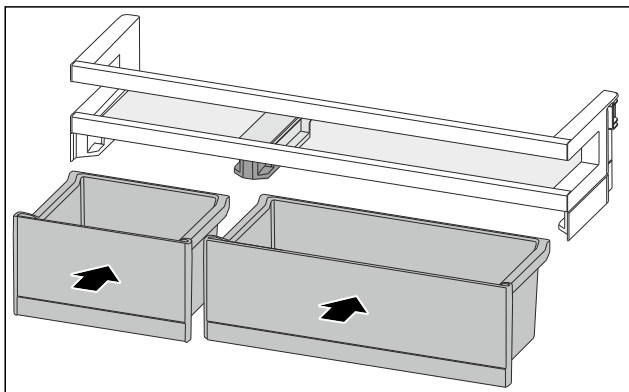

Fig. 98
- ▶ Installer les VarioBoxes dans l'agencement inverse. (voir Fig. 98)